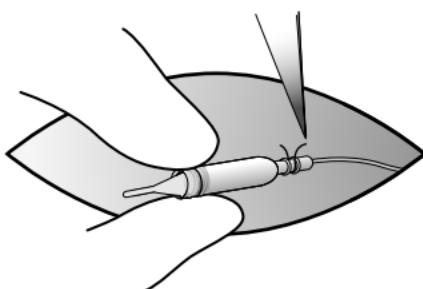

Figure 3. Découpe de la ligature distale sur l'extrémité du capuchon de protection du connecteur côté électrode.
3. Découper la ligature distale sur l'extrémité du capuchon de protection du connecteur côté électrode (Figure 3).